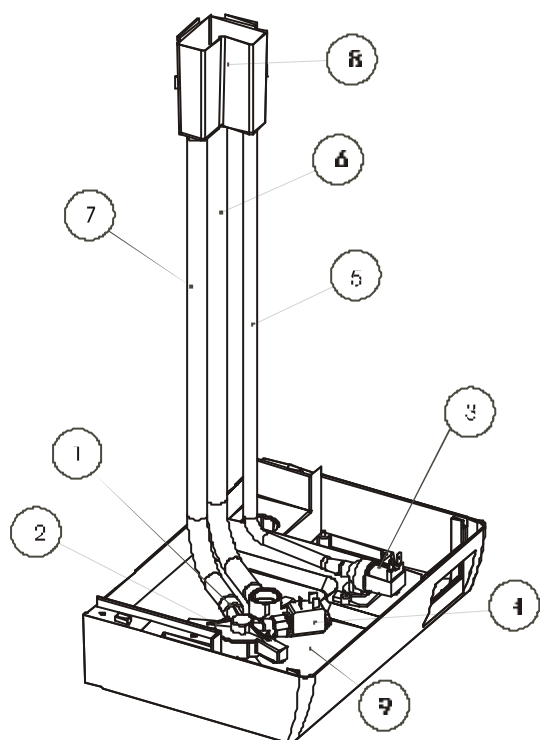

Fig. 9.2.1
- **Elettrovalvola di drenaggio** (Fig. 9.2.1, part. n. 4)
- **Vasca di raccolta della base** (Fig. 9.2.1, part. n. 9)
- **Vaschetta d'alimento** (Fig. 9.2.1, part. n. 8)
- **Tubazioni d'alimentazione, carico, troppo pieno** (Fig. 9.2.1, partt. n. 5, 6 e 7)